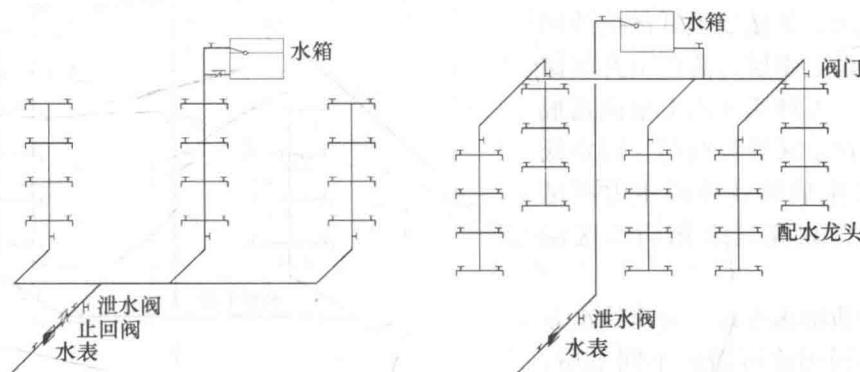

图 1-2 设水箱的给水方式
(2) 设水箱的给水方式 宜在室外给水管网供水压力周期性不足时采用,如图1-2所示。